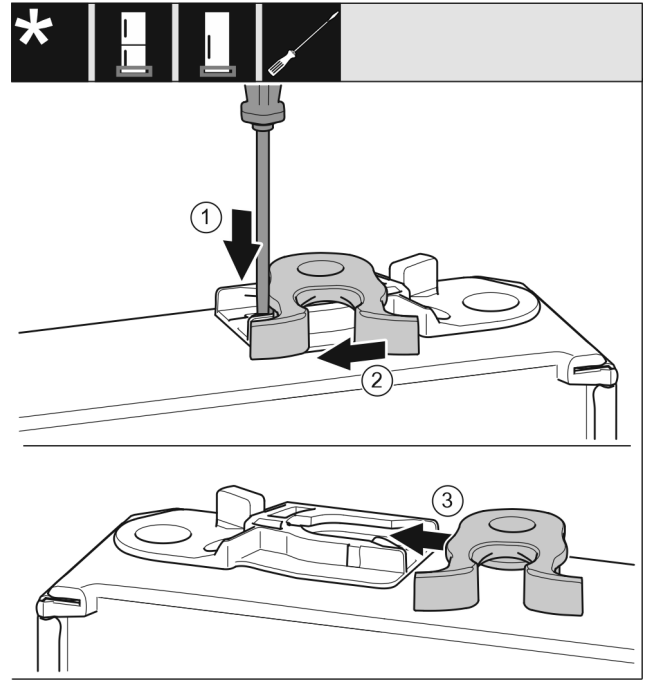

Fig. 21
- ▶ 用带槽螺丝刀向下按住接片 Fig. 21 (1)。
- ▶ 将锁钩 Fig. 21 (2) 从导向装置拉出。
- ▶ 将另一侧的锁钩 Fig. 21 (3) 推入导向装置。